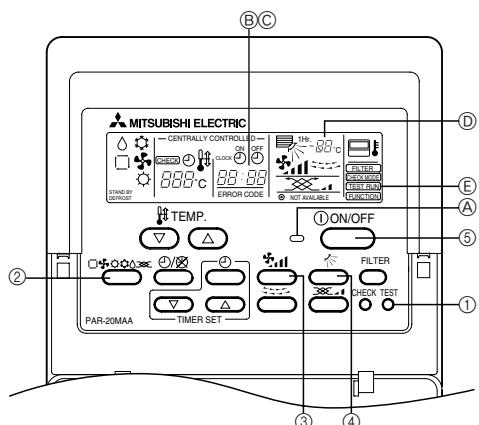

Fig. 6-1
6. Δοκιμαστική λειτουργία (Fig. 6-1)
⑥ Θέση των μοχλών στην περσίδα εισόδου κατά την εργοστασιακή διαμόρφωση του κλιματιστικού.
- ① Πατήστε το κουμπί [TEST RUN] δύο φορές → η οθόνη θα δείξει [TEST RUN].
- ② Πατήστε το κουμπί (Επιλογής λειτουργίας). → Έλεγχος εκβολής αέρα.
- ③ Πατήστε το κουμπί (Ρύθμισης ταχύτητας ανεμιστήρα). → Έλεγχος ότι αλλάζει η ταχύτητα του αέρα.
- ④ Πατήστε το κουμπί (Επιλογής κατεύθυνσης ροής του αέρα πάνω/κάτω) για να αλλάξετε την κατεύθυνση του αέρα.
- ⑤ Πατήστε το κουμπί (Ανοίγματος/Κλεισμάτος της συσκευής) για να περατωθεί η δοκιμαστική λειτουργία. → Η δοκιμαστική λειτουργία τερματίζεται.
| 3. Instalação da tubagem do refrigerante | 60 | 6. Ensaio (Fig. 6-1) | 65 |